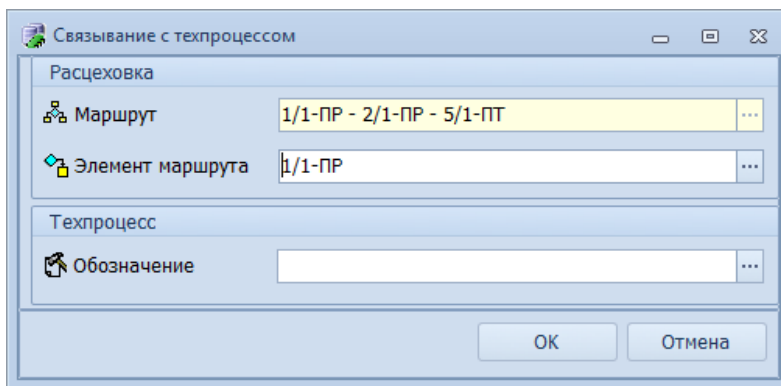

Рисунок 98. Пример отображения элемента маршрута
- В результате — окно «**Выбор элемента маршрута**» закроется, а выбранный элемент маршрута подставится в поле «**Элемент маршрута**» (рис. 98).